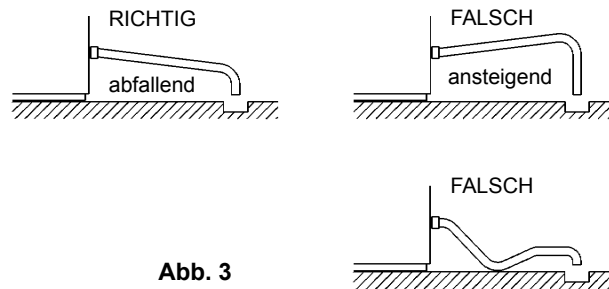

Abb. 3
- \* Um einen Rücklauf in den Vorratsbehälter zu verhindern muß die Ablaufleitung wie in Abb. 3 ausgelegt sein.
3) Den grauen, flexiblen Ablaufschlauch (Zubehör) wie gezeigt an den R3/4-Anschluß auf der Rückseite des Eisbereiters festschrauben, dabei wieder darauf achten, daß der Gummidichtungsring sicher eingepaßt ist. Verbindung von Hand festschrauben. Dieser Schlauch kann zum Abfließen in einen Kanal auf die richtige Länge zugeschnitten werden (Abb. 3).